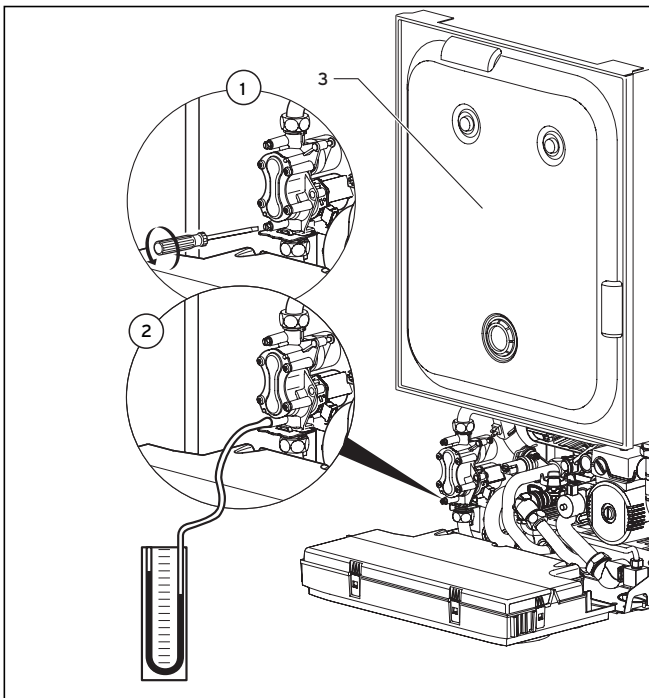

Fig. 6.3 Comprobar la presión de conexión
Para comprobar la presión de conexión proceda como se indica a continuación (véase fig. 6.3):
- Desatornille los cuatro tornillos de la tapa de la cámara (3 en la fig. 6.3) y retírelos.